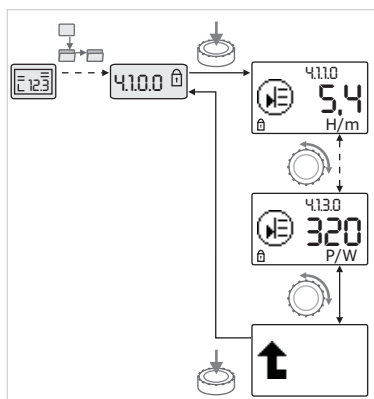

Fig. 39: Tietojen hakeminen näyttöön
- Käyttöpainiketta kiertämällä valitaan "Tietoja"-tyypin valikko-osia tämänhetkisistä alavalikoista (katso Fig. 39). Symbolein esitettyjen säätöjen selitykset, katso taulukko luvussa 8.7 "Valikon osien viitteet" sivulla 96.